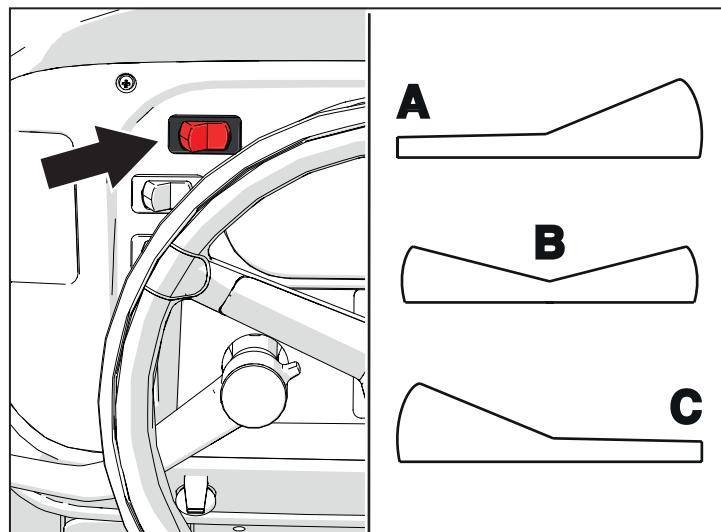

Abb. 5.14
Startet die Regeneration an einem nicht sicheren Ort, kann sie gehemmt werden. Hierzu den entsprechenden Schalter auf die Position (C) stellen (siehe Abbildung 5.14). Wenn die Regeneration gehemmt ist, sofern festgelegt, leuchtet die Kontrollleuchte (2) am LC-Display.